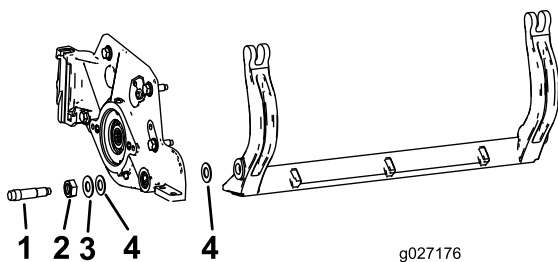

図 28
**注** ベッドバーの両端にナイロンワッシャ2枚とスチールワッシャ1枚があるので注意する 図 28。
**注** サイドプレートのボスの両側にナイロンワッシャを入れる。その外側からスチール製ワッシャを取り付ける 図 28。